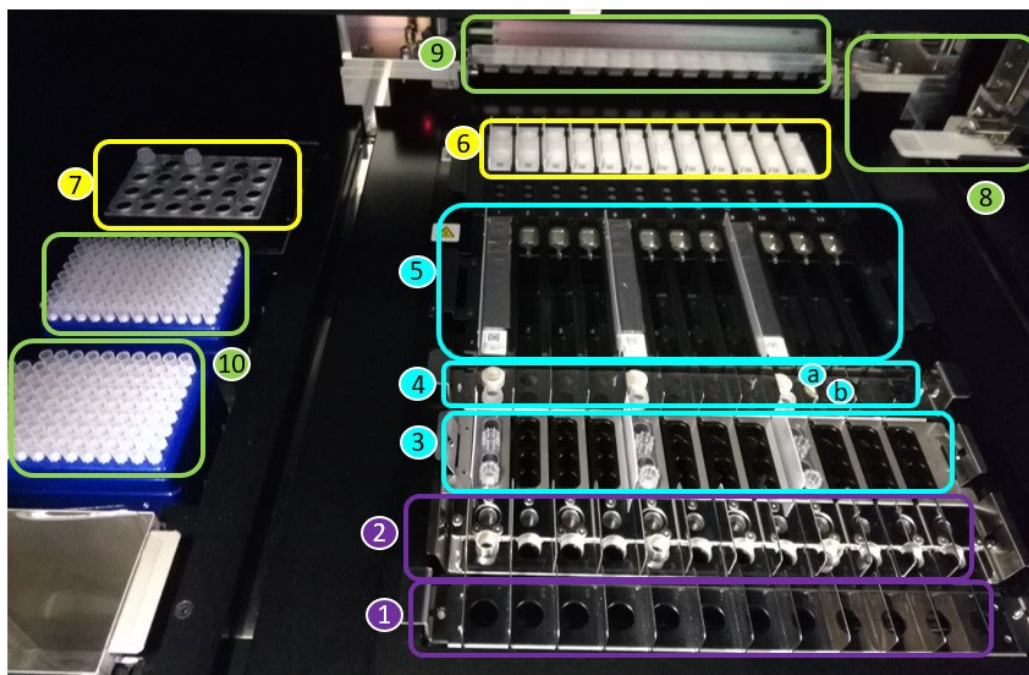

Figura 1: A área de carregamento do «**ELiTe InGenius**»
A Figura 1 mostra uma descrição geral do instrumento «**ELiTe InGenius**».
A Figura 1 mostra: posição do suporte do tubo principal (1), posição do suporte do tubo de extração (2), posição do suporte da ponta (3), posição do suporte do tubo de eluição (Dnase I (a) + adaptador do tubo (a) e tubo de eluição (b)) (4), posição do suporte do cartucho de extração (5) e posição do suporte do cartucho de PCR (6), posição do bloco do reagente de PCR e Internal Control (gestor de inventários) (7), posições da amostra e de distribuição do reagente (8, 9), da caixa de desperdícios (lado inferior esquerdo) e das pontas (10).
6. Para confirmar que estão colocados na posição do gestor de inventário 7 (cf. página 12, Figura 1) reagentes suficientes para o número de testes selecionados, como indicado no ecrã, prima o botão “Next” (Próximo).
7. Coloque tabuleiros de pontas suficientes na posição 10 (cf. página 12, Figura 1).
9. Coloque as cassetes de PCR indicadas na posição 6 (cf. página 12, Figura 1).
11. Coloque a(s) cassette(s) do cartucho de extração indicadas na posição 5 (cf. Página 12, Figura 1). Verifique visualmente os cartuchos de extração para verificar se as esferas ressuspenderam corretamente; se não ressuspenderem imediatamente, tente com agitação vigorosa ou mesmo com um breve vórtice (consulte “Resolução de problemas”)
13. Coloque a DNase I no adaptador do tubo de DNase I, indicado na posição 4 (cf. Página 12, Figura 1).
15. Coloque a quantidade de tubos de eluição indicada na posição 4 (ver página 12, Figura 1).
17. Coloque a quantidade de cassetes da Ponta indicadas na posição 3 (cf. página 12, Figura 1).
19. Coloque a quantidade de tubos de extração indicada na posição 2 (cf. página 12, Figura 1).